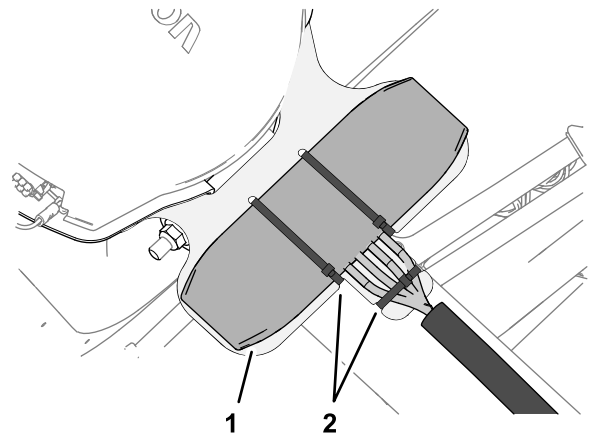

Figura 54
4. Sujete el soporte de la antena con 3 bridas, como se muestra en la Figura 54.
5. Sujete el arnés de cables de la antena del módem al soporte, como se muestra en la Figura 54.